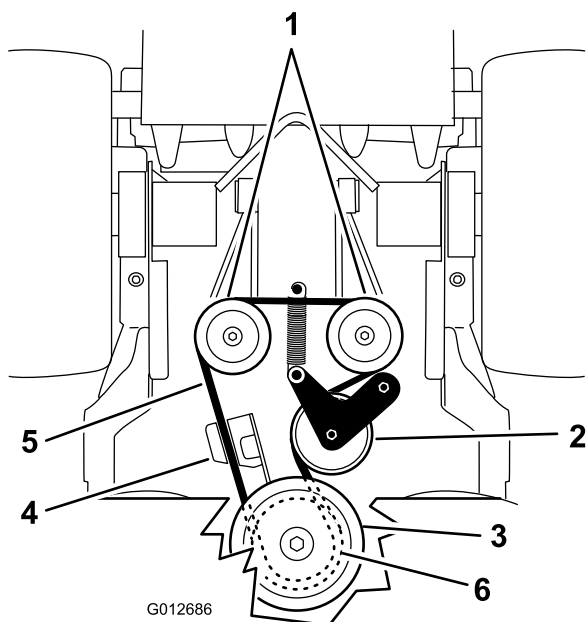

Figura 65
5. Desenganche el muelle tensor del bastidor (Figura 65).
7. Enganche el muelle tensor en el bastidor (Figura 65).